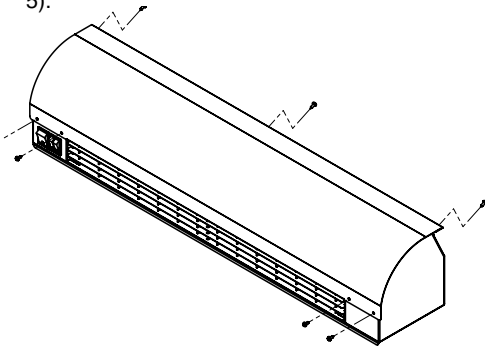

Рисунок 5
- Выкрутить саморезы с крышки (см.рисунок 5).